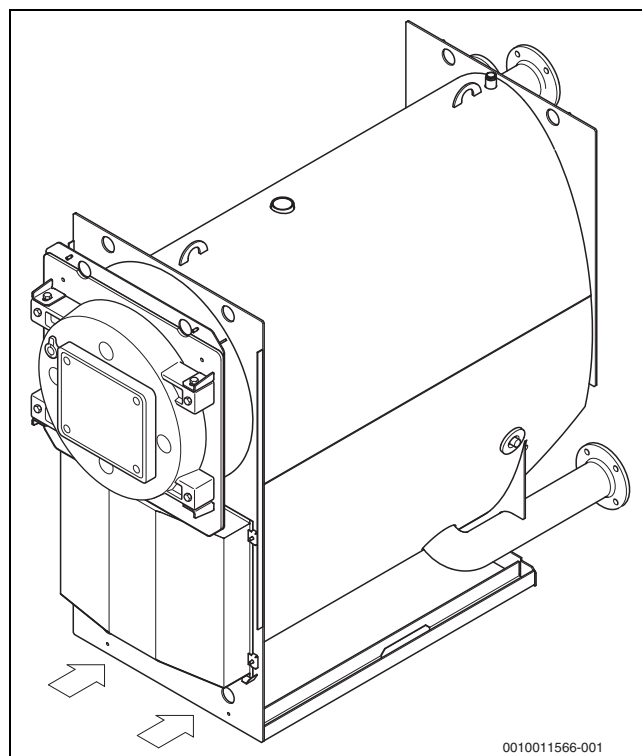

Fig. 5 Transporter la chaudière avec un chariot à fourches
- Introduire les fourches du chariot élévateur à fourche sous les panneaux avant et arrière de la chaudière (→ fig. 5, page 12). Soulever la chaudière lentement avec le chariot à fourches.